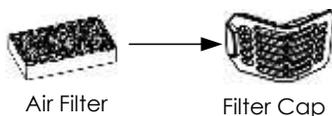

Fig. 12-1
(1) Coloque el filtro de aire en la tapa del filtro, como se muestra en la Fig. 12-1.